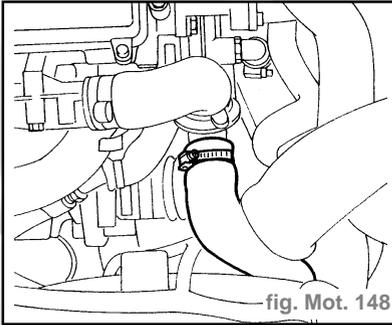

fig. Mot. 148
- Prévoir une cuvette pour récupérer le liquide de refroidissement moteur, débrancher ensuite le tuyau (voir fig.) et vidanger le liquide de refroidissement (fig. Mot. 148).